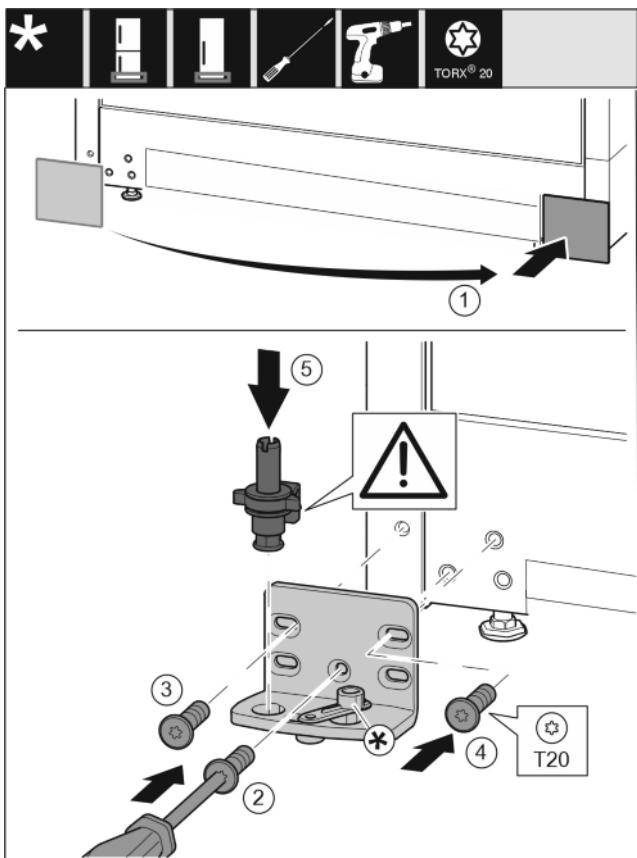

Fig. 15
- ▶ Снимите крышку и установите с другой стороны. *Fig. 15 (1)*
- ▶ Установите опорный кронштейн с другой стороны и прикрутите с помощью отвертки T20. Начинайте с винта 2 снизу в центре. *Fig. 15 (2)*
- ▶ Затяните винты 3 и 4. *Fig. 15 (3,4)*
- ▶ Установите опорный палец в сборе. При этом следите за тем, чтобы выступ фиксатора был направлен назад. *Fig. 15 (5)*